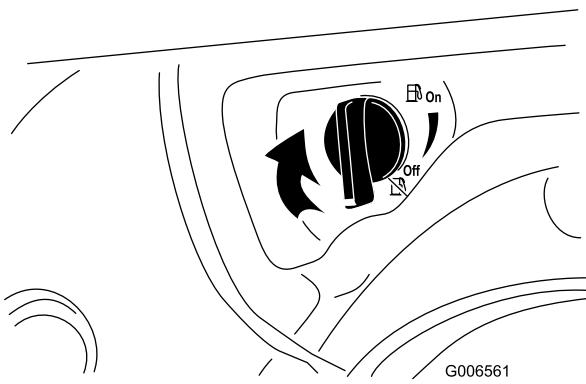

Figure 34
- Fermez le robinet de carburant en le tournant dans le sens horaire (Figure 34).